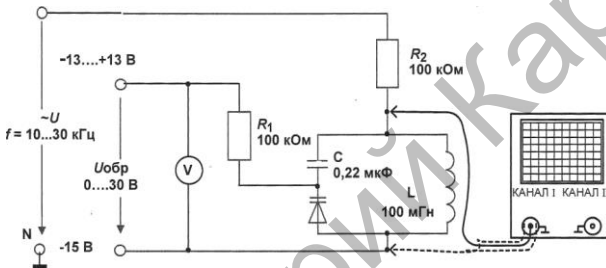
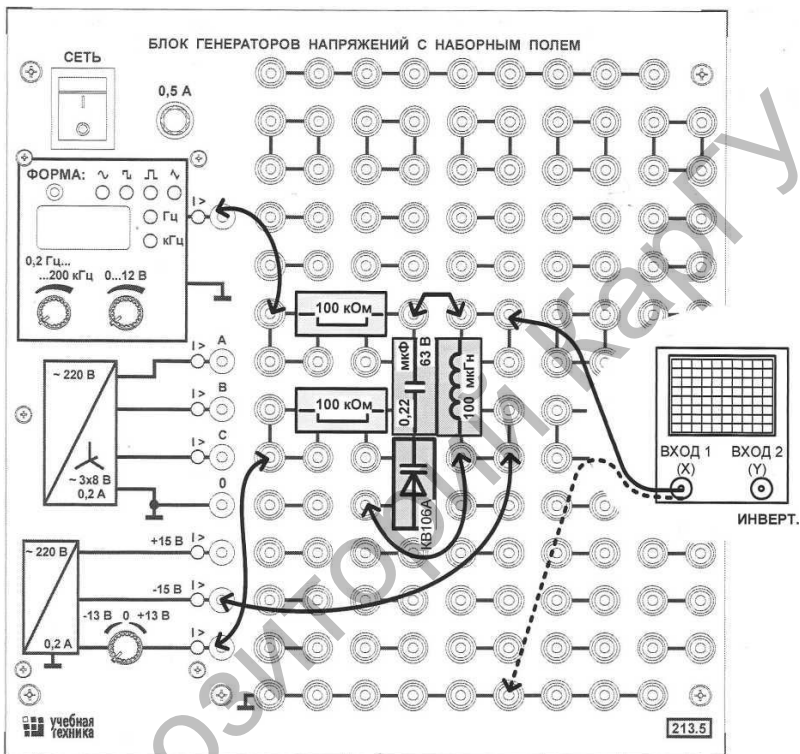

Рисунок 5.19
Рисунок 5.20
- Соберите цепь параллельного резонансного контура согласно электрической схеме (рис. 5.19) или монтажной (рис. 5.20). Конденсатор $C = 0,22$ мкФ служит для исключения пути протекания постоянного тока через катушку и ввиду большой емкости не влияет на параметры резонансного контура.